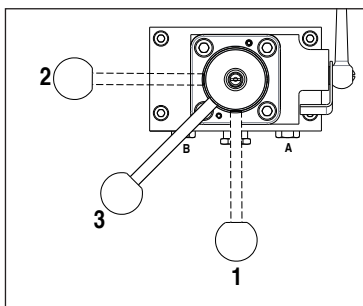

Figura 6
(Véase Figura 6)
4. Gire la manivela de la válvula de control a la posición de neutra ("3") (consulte la Figura 6 para ver las posiciones de la manivela de la válvula).
6. Cierre la válvula de purga lenta. Consulte la Figura 6 para las posiciones de la válvula de purga lenta.